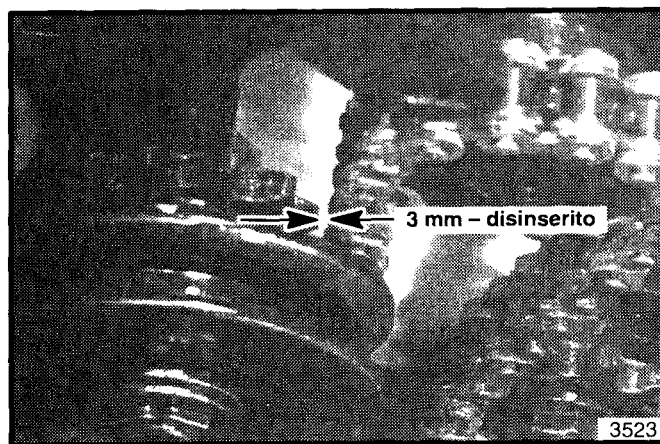

Figura 31. Distanza della ruota dentata folle
4. Per assicurarsi che la puleggia dentata disinnesti completamente la catena, sollevare la bobina e controllare che la distanza fra la ruota dentata e la catena sia di circa 3 mm (1/8 di pollice). Vedere figura 31.